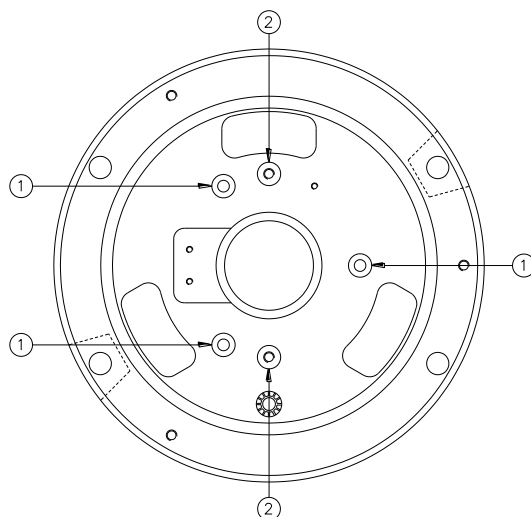

Figura 17 –Rimozione dell'anello in alluminio
- Svitare le tre viti TCEI M5x16 (Figura 17- n° 1) e rimuovere l'anello in alluminio, utilizzando due delle viti negli appositi fori di estrazione (Figura 17 - n° 2)